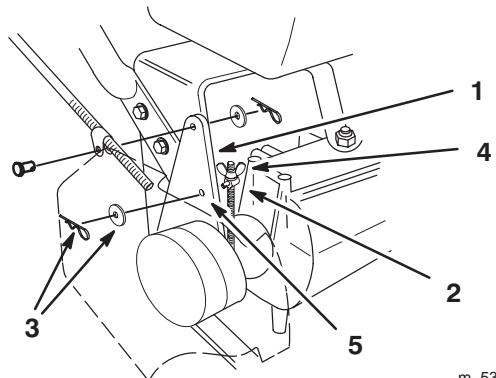

Figure 10
- Pour régler le frein, le cas échéant, enlevez la goupille fendue et la rondelle qui fixent le raccord de la tige de frein à la patte de la poulie de tension (Fig. 10).
- Vissez plus ou moins l'écrou papillon sur la tige de frein et fixez le raccord à la patte de la poulie de tension (Fig. 10). Vérifiez et modifiez le réglage au besoin.